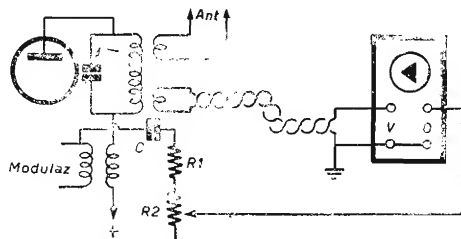

Fig. 3
**Esame trapezoidale.** — Non occorre nessun generatore dell'asse dei tempi, in quanto sia la deviazione verticale che quella orizzontale sono funzione dei valori dell'onda in esame; si collegheranno perciò direttamente le placche verticali ed orizzontali ai circuiti di uso. Lo schema di collegamento è indicato in fig. 3, in cui le placche verticali sono collegate come